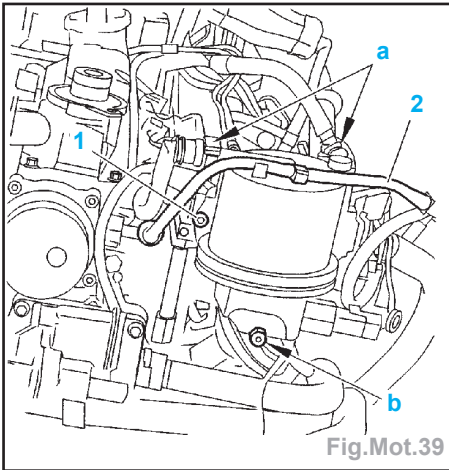
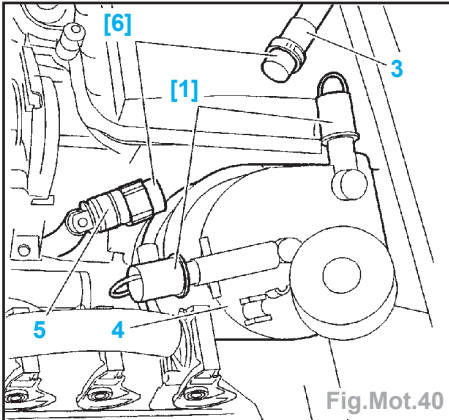

Fig.Mot.39
Fig.Mot.40
- Déposer la vis (1) (Fig.Mot.39).
- Dégrafer le tube (2).
- Désaccoupler les tubes (3) et (5), puis obturer les orifices (Fig.Mot.40).
- Obturer les conduits du filtre à carburant (4).